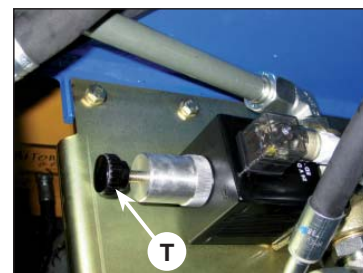

fig. 2a
T deviatore elettrico gru-stabilizzatori (fig. 2a)
- avvitare a fondo la vite **T** (fig. 2a)
- per riattivare le funzioni della gru svitare, come era prima, la vite **T** (fig. 2a)